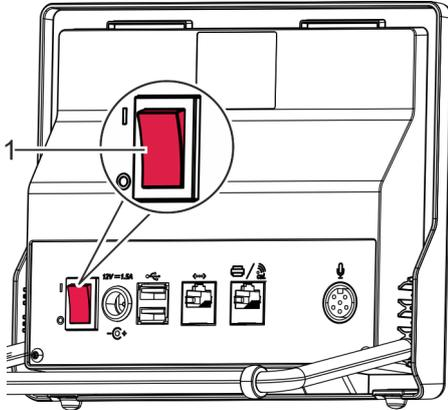

Abb. 38: Schalter drücken
1. ➤ Schalter (Abb. 38/1) in Position [0] stellen.